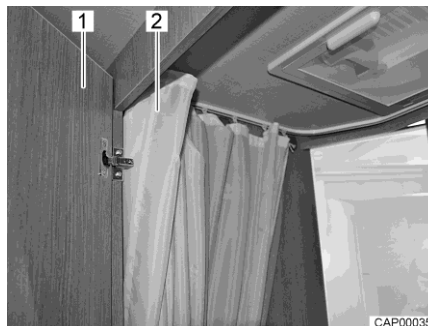

Bild 97 Toalett med dusch
- Stäng dörren (Bild 97,1) när du vill duscha och dra till duschförhänget (Bild 97,2) helt, så att alla väggar är skyddade.